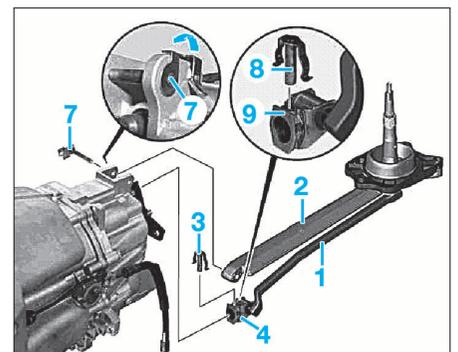

FIG. 6
- Déposer le goujon (7) (Fig.6).